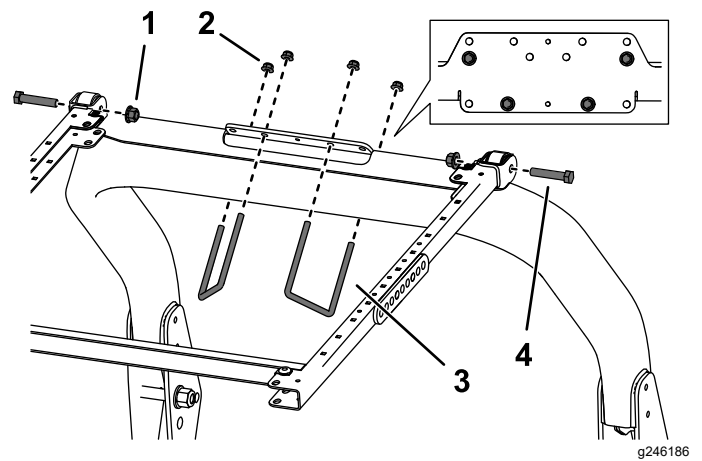

Figure 38
- Placez le support du ROPS au sommet de l'arceau de sécurité du groupe de déplacement (Figure 38). Centrez bien l'arceau de sécurité dans le support du ROPS.
- Utilisez les trous indiqués à la Figure 38 pour fixer le support du ROPS au sommet de l'arceau de sécurité à l'aide de 2 étriers filetés ($3\frac{1}{2}'' \times 5''$) et de 4 écrous à embase.